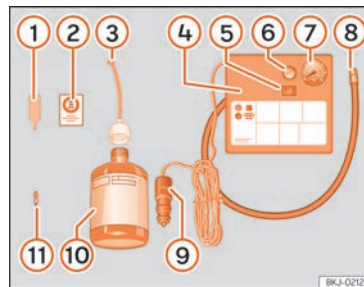

Fig. 194 Afişajul standard: componentele kitului de reparație anvelope în caz de pană.
Kitul de reparație anvelope în caz de pană este amplasat sub podeaua portbagajului. Include următoarele componente »» **fig. 194**:
- Deșurubați capacul ventilului anvelopei și inserția. Utilizați dispozitivul » » fig. 194 ① pentru a scoate capacul ventilului. Așezați-o pe o suprafață curată.
- Scuturați bine recipientul cu etanșant pentru anvelope » » fig. 194 ⑩.
- Înșurubați furtunul de umflare » » fig. 194 ③ pe recipientul cu etanșant. Sigiliul recipientului se va rupe automat.
- Scoateți capacul de umplere » » fig. 194 ③ și înșurubați capătul deschis al tubului pe ventilul anvelopei.
- Înlocuiți capacul cu dispozitivul » » fig. 194 ① pe ventilul anvelopei.
- Înșurubați furtunul compresorului pentru umflarea anvelopei » » fig. 194 ⑧ pe ventilul anvelopei.
- Verificați dacă șurubul de evacuare a aerului este închis » » fig. 194 ⑥.
- Cuplați mufa » » fig. 194 ⑨ la priza de 12 V a autovehiculului » » pag. 183.
- Porniți compresorul de aer de la comutatorul ON/OFF (pornit/oprit) » » fig. 194 ⑤.
- Lipiți autocolantul » » fig. 194 ② pe afișajul panoului de bord, în câmpul vizual al șoferului.
Înșurubați din nou tubul de umflare » » fig. 194